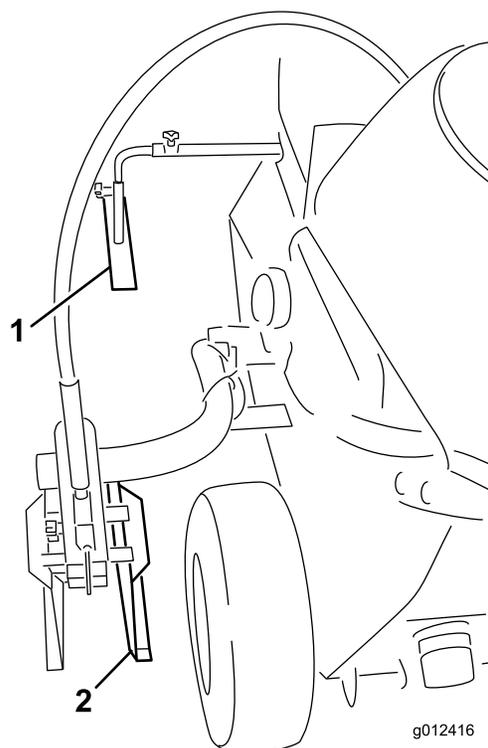

Figura 28
La guida (Figura 28) consente all'operatore di rimanere allineato a una corda di riferimento o alla linea già presente.
1. Allentate la vite che fissa il marcalinee (Figura 28) al tubo di supporto.